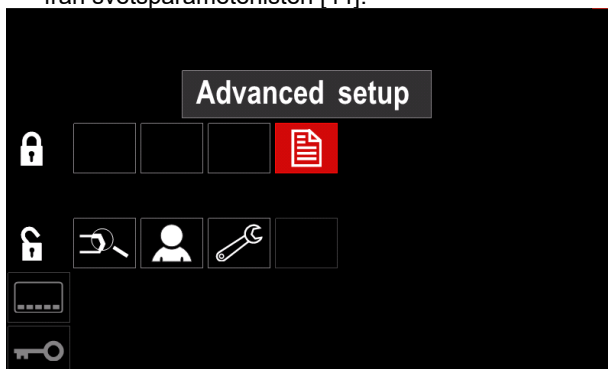

Bild 45.
- Använd höger vred [36]. Ikonen för den valda parametern försvinner från den nedre delen av skärmen (Bild 45.). Parametern försvinner från svetsparameterlisten [44].